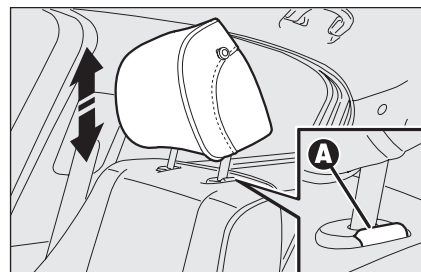

fig. 34
AVANT fig. 34
- appuyer sur les touches **A-fig. 34** (placées à côté des deux soutiens des appuis-tête) puis enlever les appuis-tête en les défilant vers le haut.